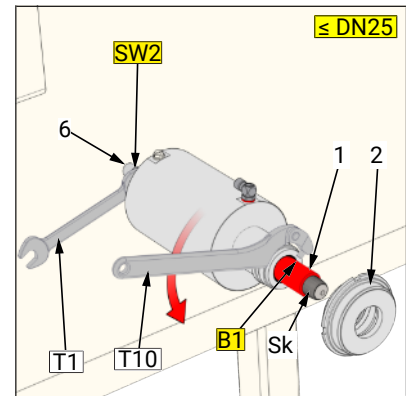

Abbildung 3
- Abb. 3: Ausbau über Bohrung (B1) ( $\leq$ DN25) Damit die Bohrung (B1) sichtbar wird, muss zuerst der Einsatz (2), wie in Abb. 3 dargestellt, abgeschraubt werden.